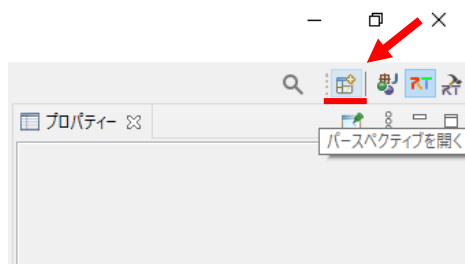

図 27 [パースペクティブを開く]の場所
- ③ 図 27 のように OpenRTP の[メニューバー]の右側にある[パースペクティブを開く]をクリックする。